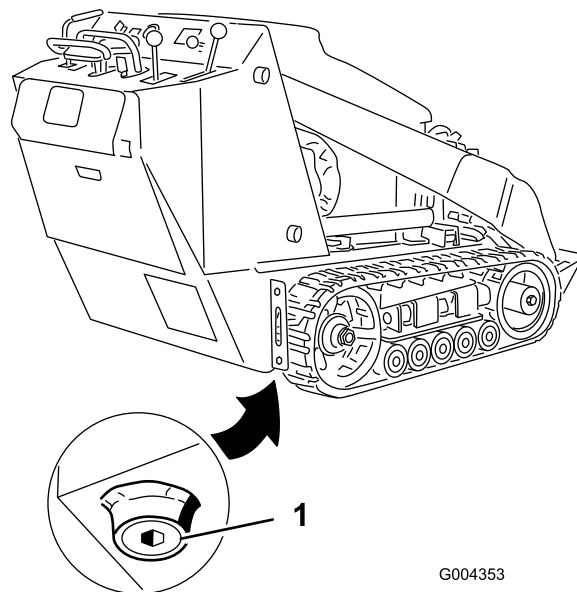

Figure 28
- Enlevez le bouchon de vidange (Figure 28).